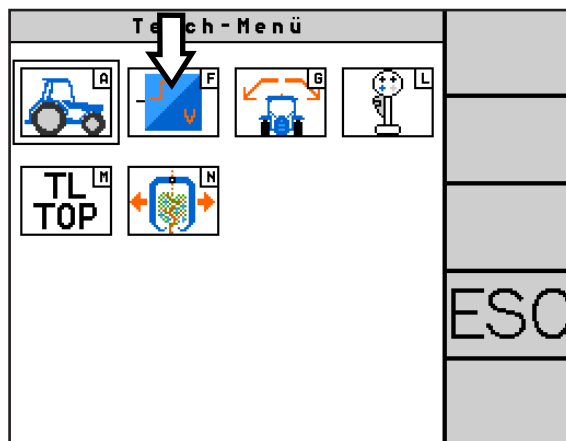

Abb. 52: Teach Geschwindigkeit aufrufen
Rufen Sie im Teach-Menü das Menü „Teach Geschwindigkeit“ (F) auf (siehe Abb. 52).